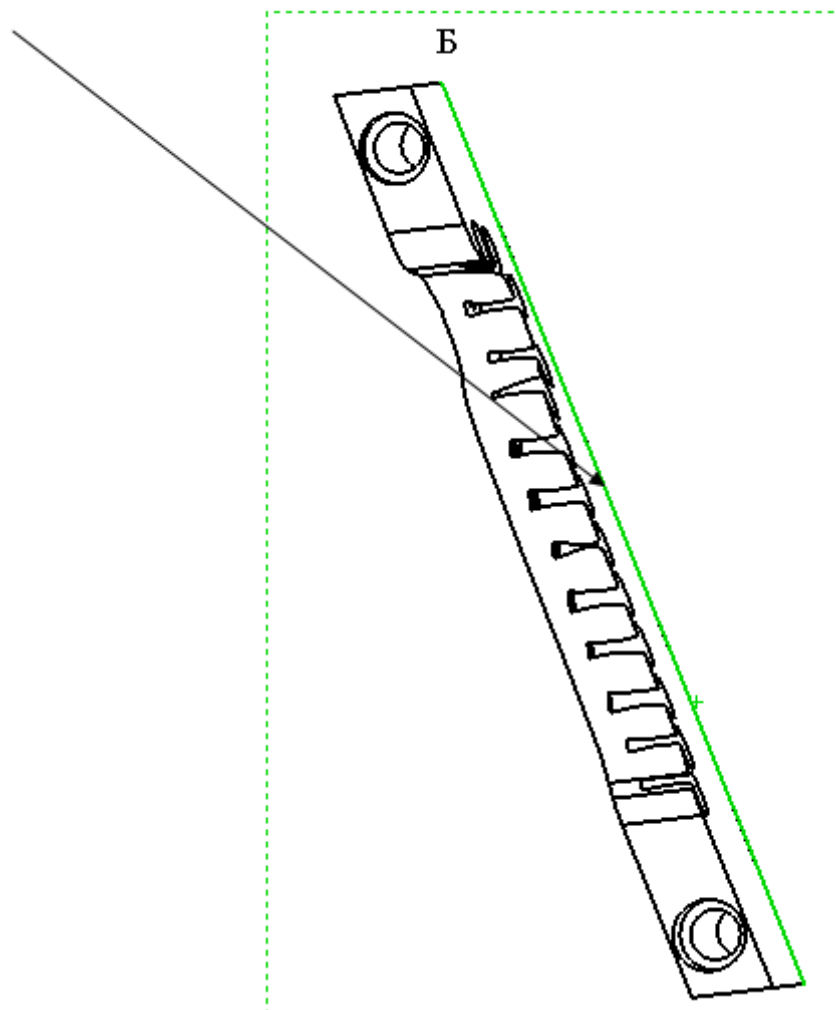

Рис. 13
- Выберите на виде **В** кромку цилиндрической бобышки, показанную на рис. 13;